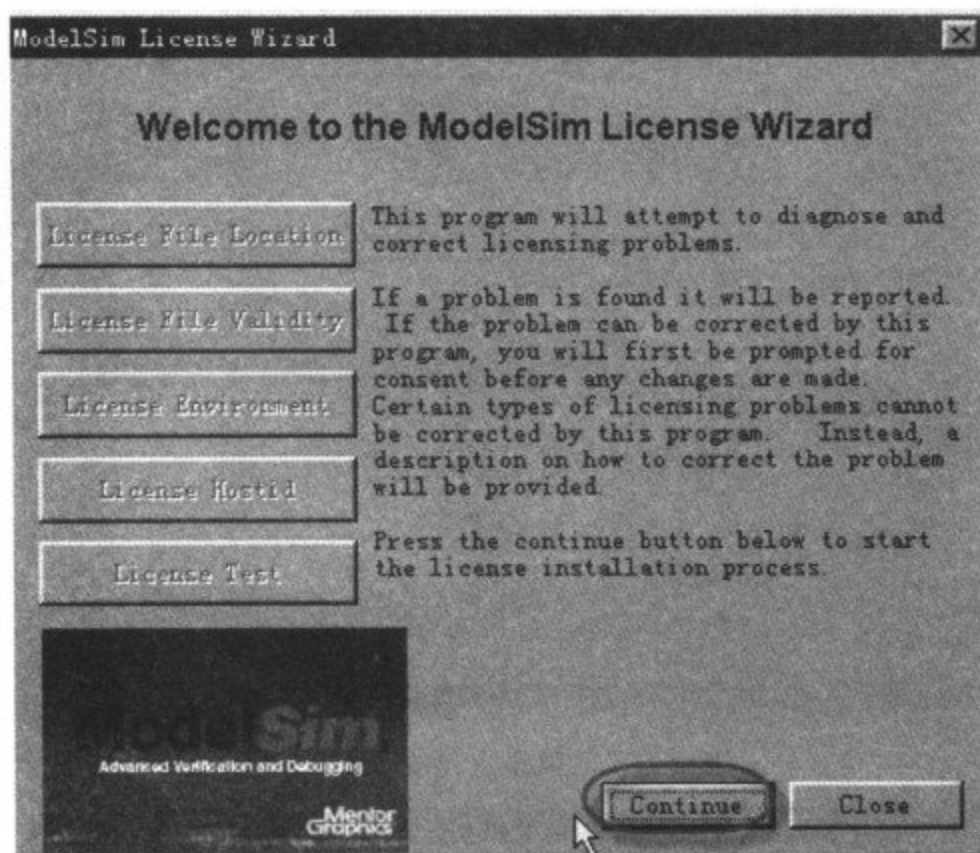

图 3-60 授权向导对话框
(8) 出现授权向导对话框, 点击 continue, 如图 3-60 所示。